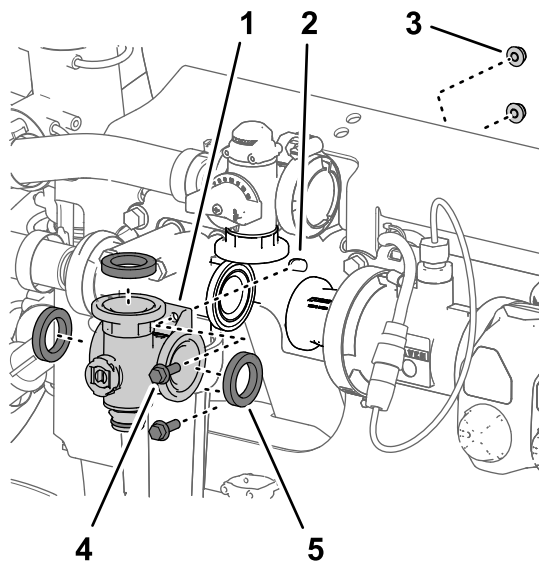

図 124
3. 攪拌バルブマニホルドをバルブサポートに固定しているフランジヘッドボルト $\frac{1}{4} \times \frac{3}{4}$ " 2本とフランジロックナット $\frac{1}{4}$ "2個を取り外す 図 124。
4. 機体から攪拌バルブマニホルドとガスケットを取り外す 図 124。